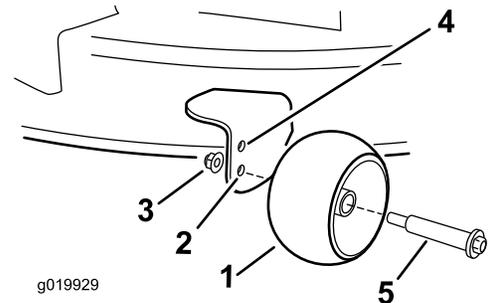

Figura 17
- Furo superior – utilize esta posição com plataforma de corte nas posições de altura de corte de 63 mm e inferiores (Figura 17).
- Furo inferior – utilize esta posição com plataforma de corte nas posições de altura de corte de 76 mm e superiores (Figura 17).